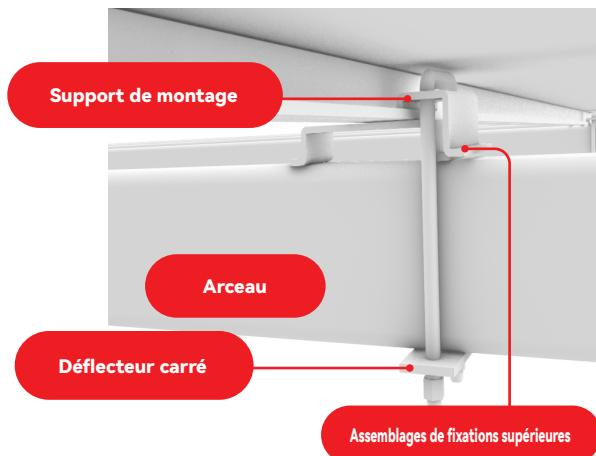
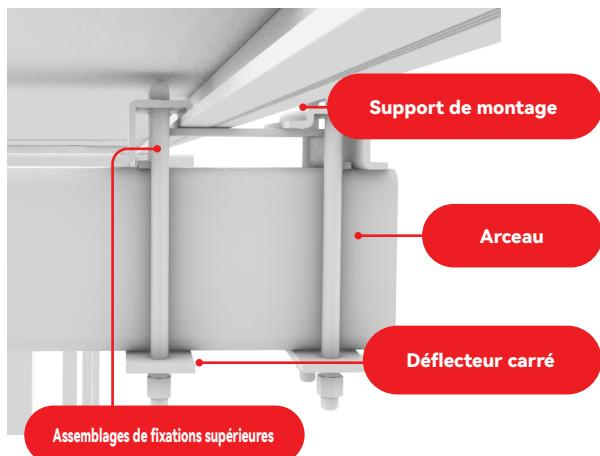

FIGURE 11
FIGURE 12
⑤ Installez les assemblages de fixation sur le côté gauche sous le produit (Figure 11), placez les assemblages de fixation inférieurs sur la fente du cadre du produit, placez le déflecteur carré à l'ouverture de l'arceau, serrez l'écrou, et fixez le produit sur la pente, et installez les assemblages de fixation supérieurs droits de la même manière. (Figure 12), l'installation du premier produit est terminée.